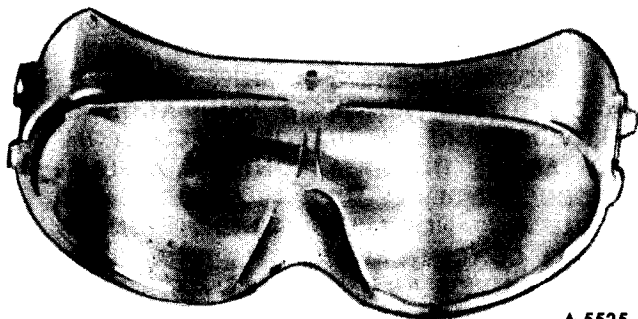

Figure 52—Goggles
5. PROTECTION OF THE EYES IS OF VITAL IMPORTANCE. WHEN WORKING AROUND A REFRIGERATING SYSTEM, AN ACCIDENT MAY CAUSE LIQUID REFRIGERANT TO HIT THE FACE. IF THE EYES ARE PROTECTED WITH GOGGLES OR GLASSES (FIGURE 52), NO SERIOUS DAMAGE CAN RESULT. JUST REMEMBER ANY R-12 LIQUID THAT TOUCHES YOU IS AT LEAST 22°F (6°C) BELOW ZERO. IF R-12 LIQUID SHOULD STRIKE THE EYES, HERE IS WHAT TO DO.